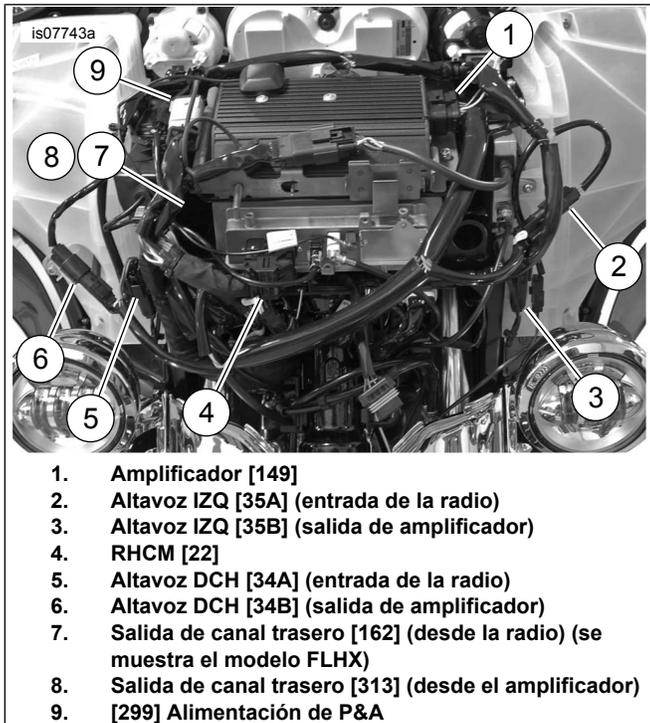

Figura 10. Conexiones del arnés
4. Consulte la Figura 10. Colocar el arnés tal como se muestra y acoplar los conectores. Las conexiones para los conectores [162] y [313] se explican en las notas a continuación.
- Si este amplificador se utiliza con un secundario para habilitar seis u ocho altavoces, vea los detalles de conexión de los conectores [162] y [313] en Tabla 1 y Tabla 2, y en el kit 76000280. FLHX(S) [162] (F) salida de canal trasero Molex de 4 vías de la radio. Se utiliza para la salida del altavoz sin amplificador de salida. Ver Figura 8. No se usa con amplificador primario; se usa para ENTRADA de amplificador secundario. Vea la Figura 10. FLHTC/FLHTK/TRIKE [162] (R) salida de canal trasero Molex de 16 vías de la radio. Contiene todo el cableado de la cápsula de altavoz trasero. Instale el 69200714 para usar con los amplificadores (vea el paso 7). Amplificador de fuselaje [313] salida de canal trasero Molex de 4 vías del amplificador primario; se puede utilizar para altavoces de alforja, cápsulas traseras y fuselajes inferiores. Reservado para los fuselajes inferiores cuando se utiliza en la configuración de seis u ocho altavoces.